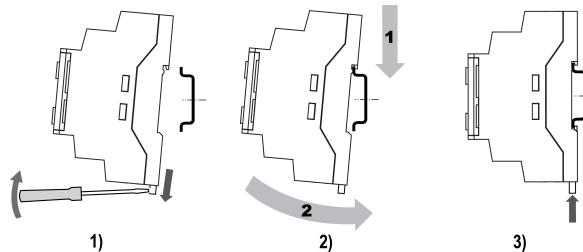

Рисунок 4.1 – Монтаж и демонтаж прибора
- Вставив отвертку в проушину, оттянуть защелку (см. рисунок 4.1, 1). Прибор установить на DIN-рейку.
- Прибор прижать к DIN-рейке (см. рисунок 4.1, 2, стрелки 1 и 2). Отверткой вернуть защелку в исходное положение.